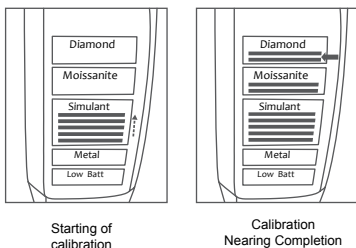

Рис. 1.14
7. Во время калибровки индикаторы «Simulant» (Муляж), «Moissanite» (Муассанит) и «Diamond» (Алмаз) загораются по очереди, что сопровождается ритмичным звуковым сигналом. Загорание индикатора «Diamond» (Алмаз) указывает на завершающую фазу калибровки, как показано на **рис. 1.14**.